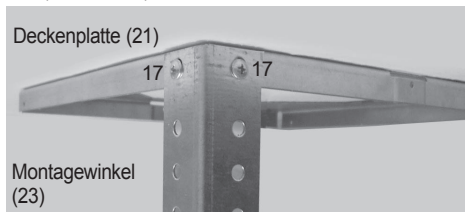

Abb. 16
Der Motorblock (12) wird wie folgt an der Deckenplatte (21) befestigt (Abb. 16):
Motorblock (12) mit den montierten Montagewinkeln (23) an die befestigte Deckenplatte (21) heben und einsetzen. Zur sicheren Befestigung je 2 Schrauben 3,5x10 (17) an jeder Ecke der Deckenplatte (21) einsetzen und festziehen (Abb. 16, 17).